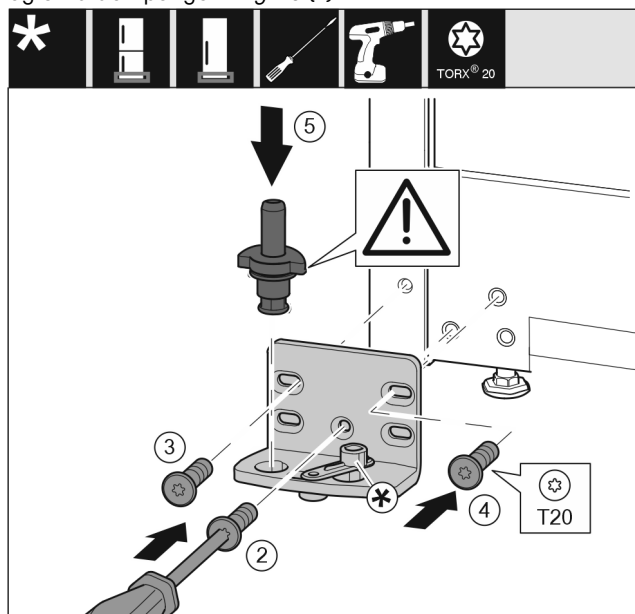

Fig. 14
- ▶ Sæt hængselkonsollen på i den anden side, og skru den fast med en skruetrækker T20. Begynd med skruen 2 forinden i midten. Fig. 14 (2)
- ▶ Stram skrueene 3 og 4. Fig. 14 (3,4)
- ▶ Sæt hængselboltens helt i. Sørg i den forbindelse for, at låsekammen vender bagud. Fig. 14 (5)